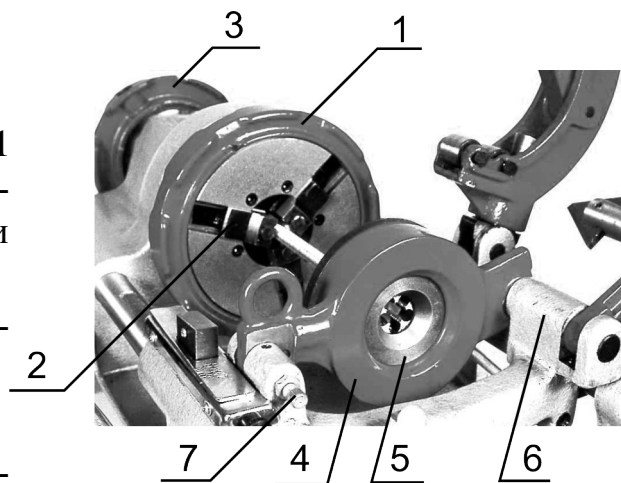

Рисунок 8.
- После схода плашки (5 рис. 8.) с заготовки выключите вращение шпинделя снимите готовую деталь со станка.